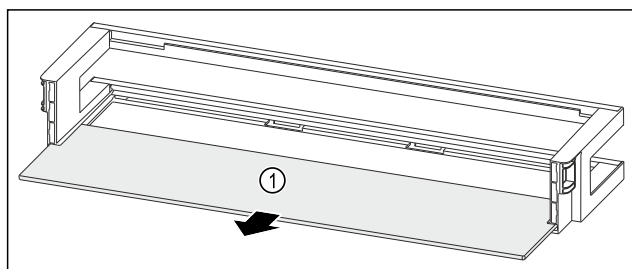

Fig. 240 Raft montat pe ușă cu raft
- ▶ Extrageți raftul Fig. 240 (1).